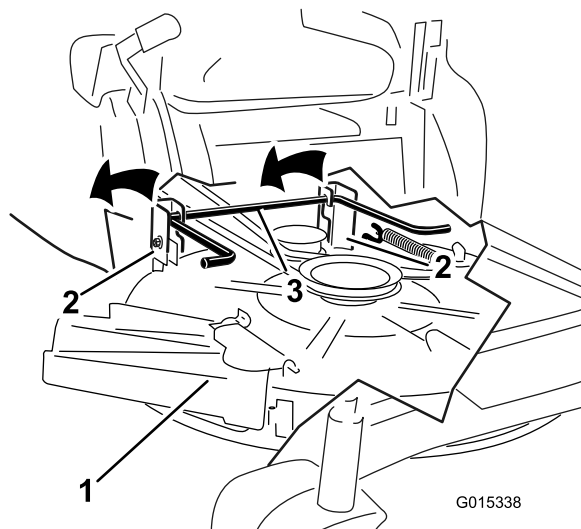

Figure 56
6. Soulevez et enlevez le plateau de coupe et les supports de la tige de levage arrière et abaissez la tondeuse au sol avec précaution (Figure 56).
5. Soulevez l'arrière du plateau de coupe et guidez les supports sur la tige de levage arrière (Figure 56).